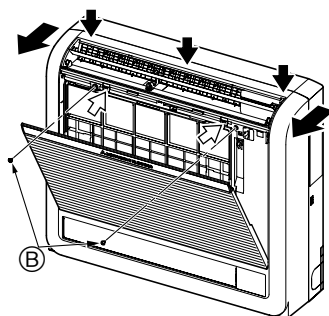

Fig. 3-3
- 1) Prima as 2 posições indicadas pelas setas ⤴ e abra a grelha frontal. (Fig. 3-3)